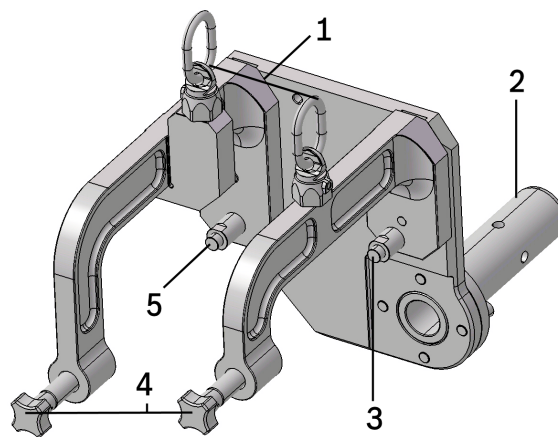

Рисунок 1: Опорное приспособление для коробки передач T40344
3. Извлеките болт (3) из опорного приспособления для коробки передач и поместите его в безопасное место (см. Рисунок 1).